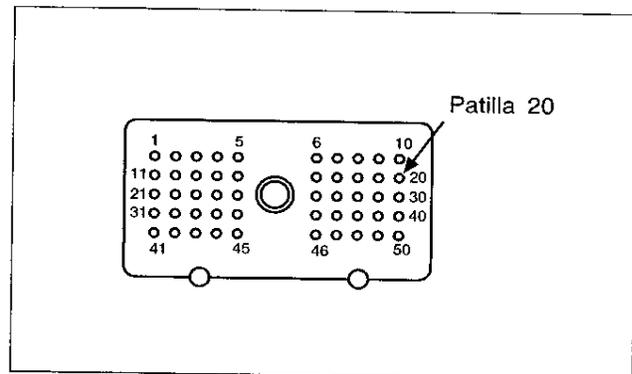

Fig. 19
- Localice el tapón sellante del borne #20 en el conector (Fig. 19). Inserte una barrena #56 o una varilla similar de pequeño diámetro en la cavidad #20 para sacar el tapón. Con una tenaza de punta larga extráigalo de la cavidad.